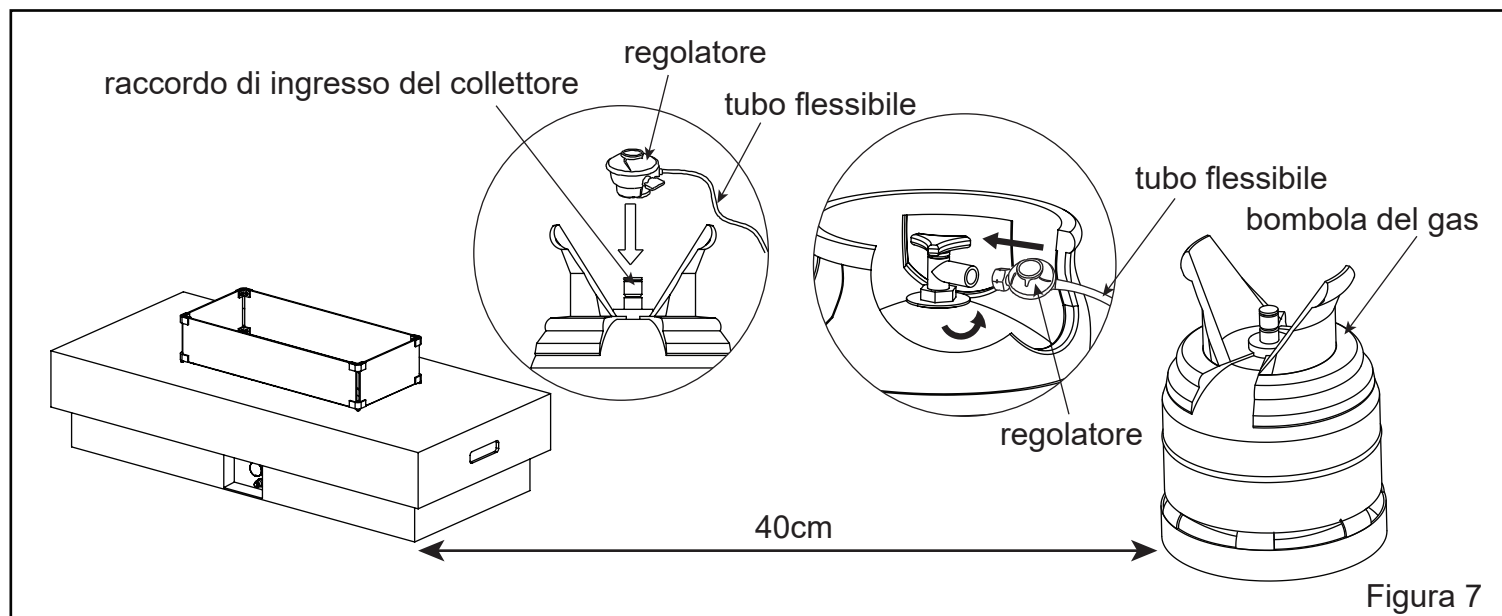

Figura 7
8. Preparare il regolatore. Collegare il regolatore al tubo avvitandolo saldamente oppure inserire l'ingresso del regolatore nel tubo, quindi serrare con la fascetta stringitubo. Agganciare direttamente il regolatore al raccordo di ingresso del collettore oppure avvitare il regolatore al raccordo di ingresso del collettore (vedere Figura 7).